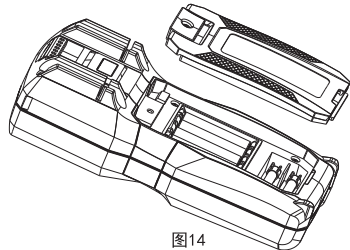

图14
2.电池或保险丝管的安装或更换(见图14)
请参考图14更换电池或保险丝：